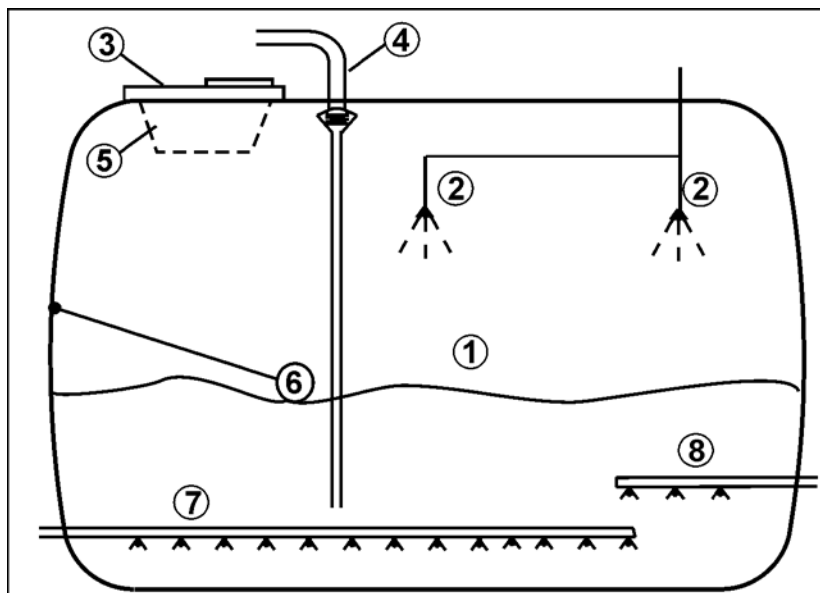

Fig. 44
1. Acționați unitatea de comandă *albastru* de la tractor până când proțapul se află în poziția zero (Fig. 44/1).